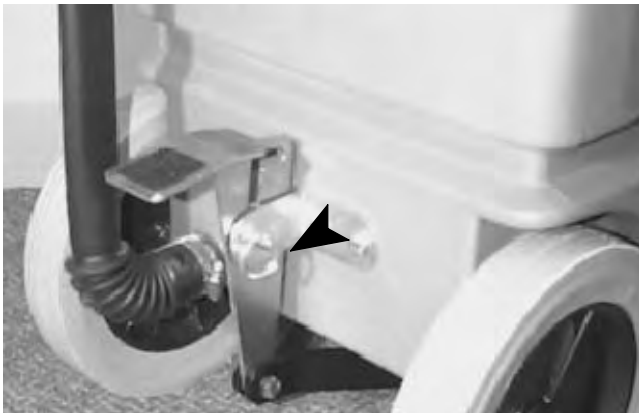

FIG. 4
9. Faites coulisser la pédale entre deux bras de montage à l'arrière de la machine. Alignez et insérez la vis à œillet au travers des pattes et de la fente dans la pédale et bloquez la vis avec la goupille fendue (Figure 4).